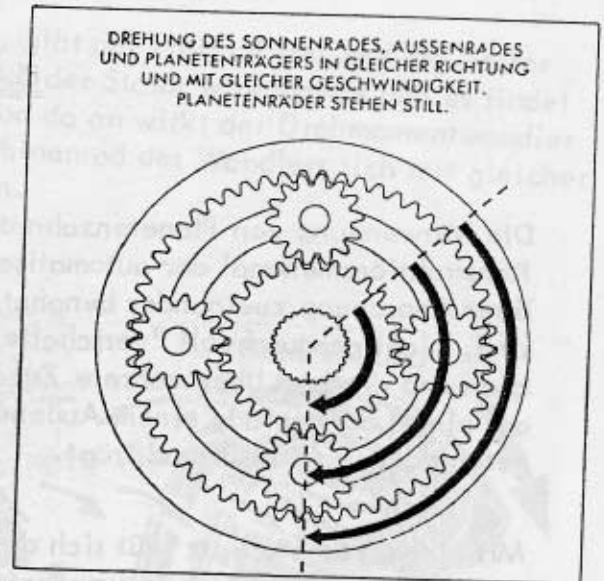

Bild 9 Direkte kraftschlüssige Verbindung
2. Direkte kraftschlüssige Verbindung (Bild 9)